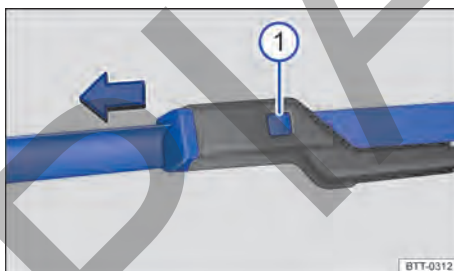

Fig. 178 Sustituir las escobillas de los limpiaparabrisas.
- Mantenga la tecla de desbloqueo → fig. 178 ① pulsada y, al mismo tiempo, retire la escobilla de los limpiaparabrisas en el sentido de la flecha.